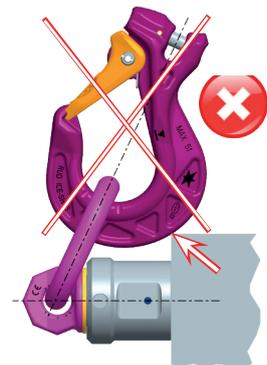

Fig. 4: Contatto/vietato sui bordi
*L'anello di collegamento, ovvero l'accessorio di sollevamento agganciato deve potersi muovere liberamente nel golfare VWBM e non deve poggiare sul bordo del carico e sul corpo base del golfare VWBM (Fig. 4).*